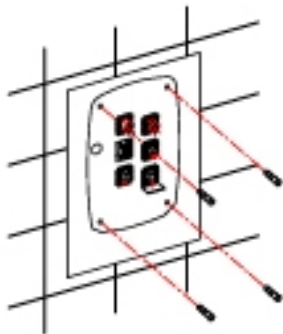

Рисунок 4.
- Просверлить 4 отверстия по 8 мм. (0,31") диаметра в стене, используя поставляемый в комплекте шаблон (Рисунок 4).